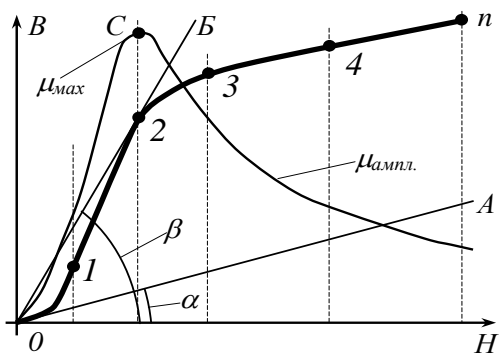

Рис. 2. К методике определения $\mu_{нач}$, μ_{max} и $\mu_{ампл}$
Графически начальная $\mu_{нач}$ и максимальная μ_{max} магнитные проницаемости определяются из измеренных кривых намагничивания. Иметь в виду, что в случае равенства масштабов по осям B и H $\mu_{нач} = \text{tg} \alpha$, а $\mu_{max} = \text{tg} \beta$ (рис. 2). Угол α - угол AOH между касательной к кривой намагничивания при намагничивающем поле стремящемся к 0 и осью поля. Угол β - угол BOH между касательной к кривой намагничивания в точке перехода от участка намагничивания к участку насыщения (2), проходящей через начало координат. Если масштабы по осям разные $\mu = k \cdot \text{tg} \alpha$ (β). k – отношение масштаба по оси B к масштабу по оси H .